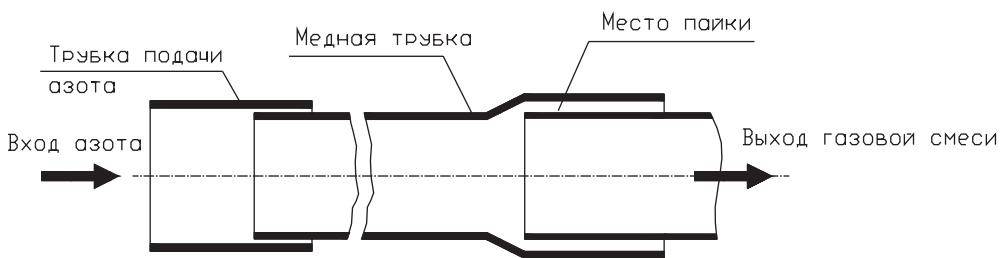

Рис. 11.1 — Подача азота к месту пайки
- При непрерывной подачи азота необходимо обеспечить отверстие для выхода газовой смеси (рис. 11.1).